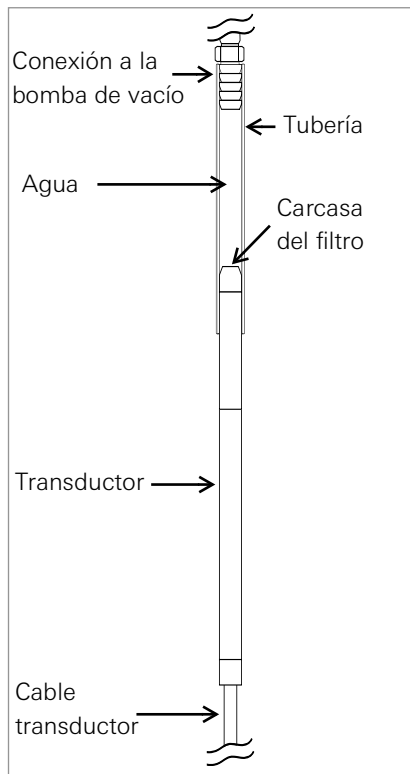

FIGURA 2: Saturación del 4500C
1. Fije el tubo al transductor como se muestra en la Figura 2.